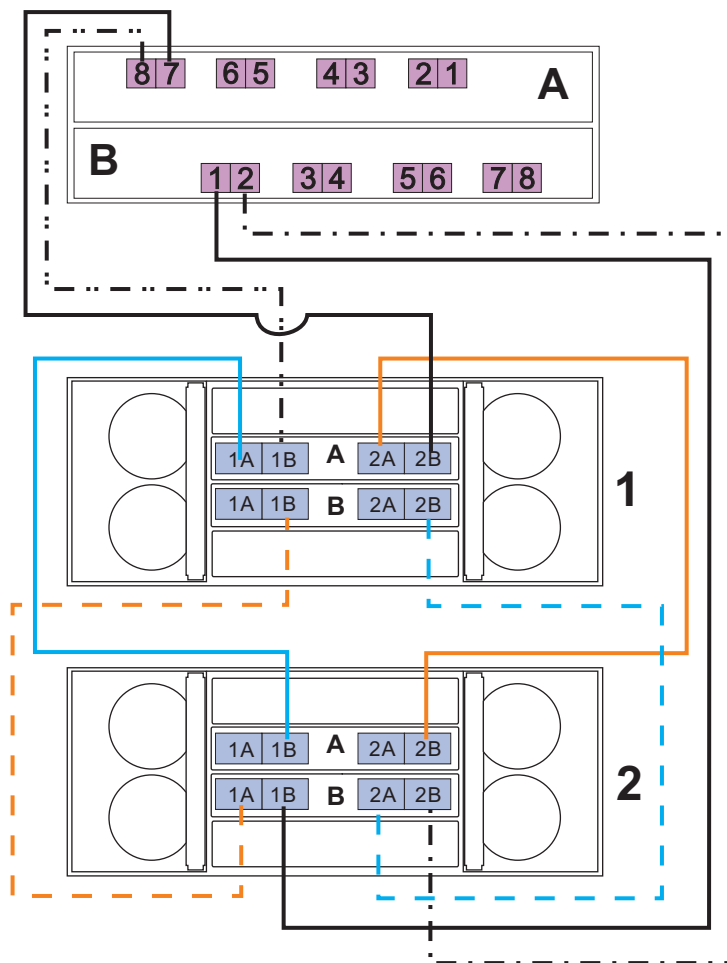

図 77. ドライブ側トランキングを使用した、8 つの EXP5060 のストレージ拡張エンクロージャー 1 および 2 のケーブル接続
- ストレージ拡張エンクロージャー 1 および 2 については、134 ページの図 77 および 135 ページの表 43 を参照してください。